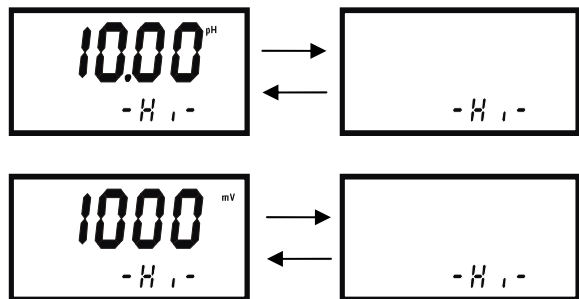

图 7-12
1、仪表在测量状态时按下 **REL** 键，仪表的高点控制数值将跳闪，显示如图 7-12 所示：